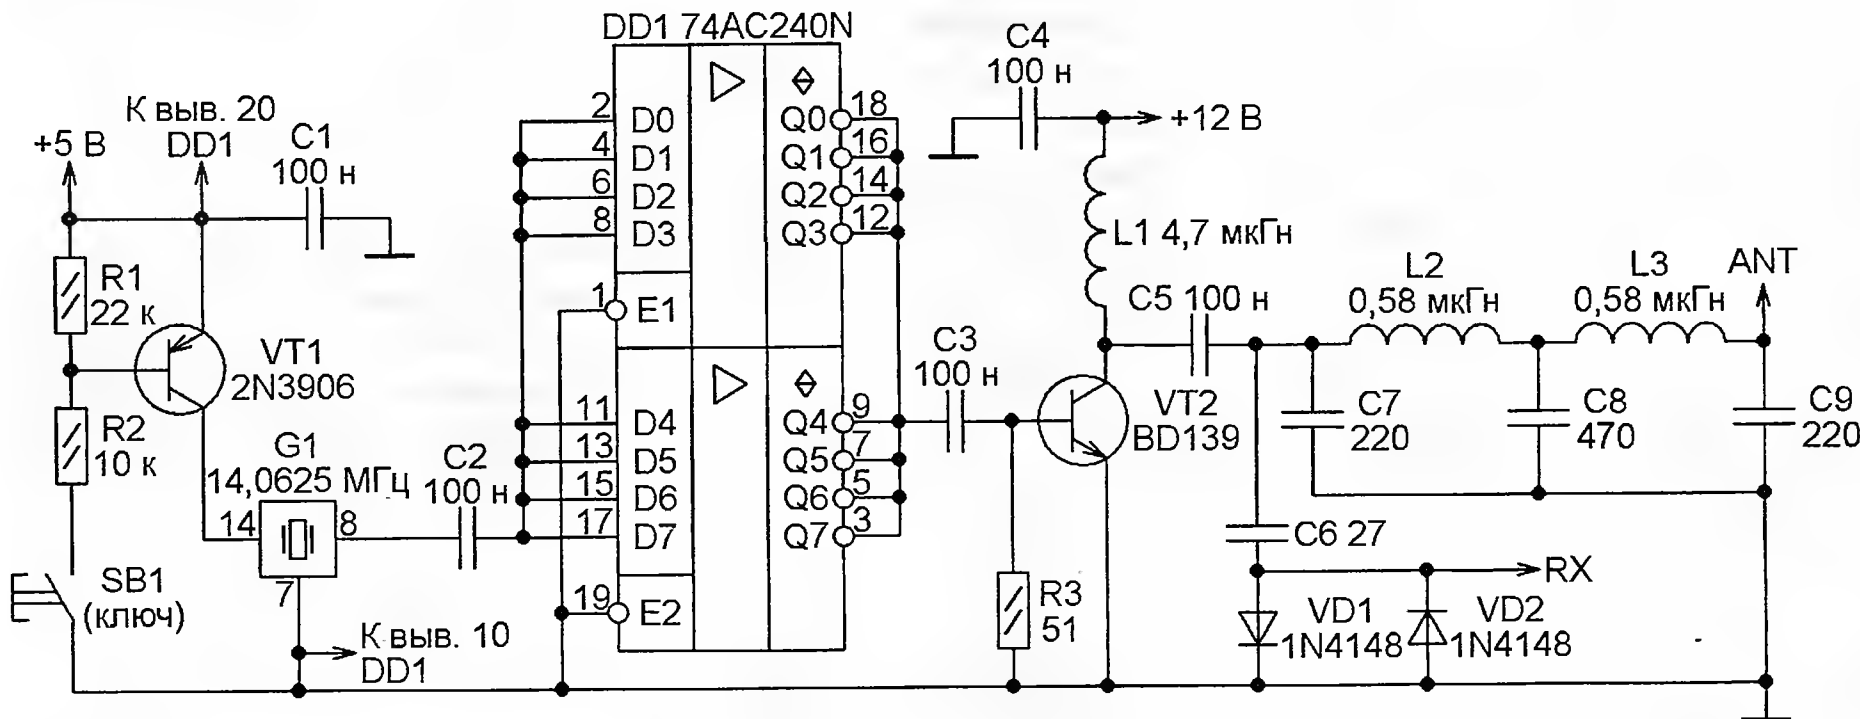

Рис. 8
**QRP CW передатчик (рис. 8, <http://hs8jyx.blogspot.com/2013/04/140625-mhz-clock-oscillator-1.html>).** Рабочая частота этого передатчика задана интегральным кварцевым генератором G1, на который при нажатии на телеграфный ключ SB1 подаётся напряжение питания. Его сигнал усиливает микросхема шинного формирователя DD1, все элементы которой для увеличения мощности "раскачки" выходного усилителя на транзисторе VT2 соединены параллельно. Для одинаковых элементов, находящихся в одном корпусе цифровой микросхемы, это допускается. Фильтр C7L2C8L3C9 подавляет гармоники основной частоты и согласует передатчик с антенной. Когда ключ не нажат, этот фильтр работает в обратном направлении, пропуская принятые антенной сигналы на вход приёмника. Диоды VD1 и VD2 защищают приёмник от сравнительно мощных сигналов передатчика.